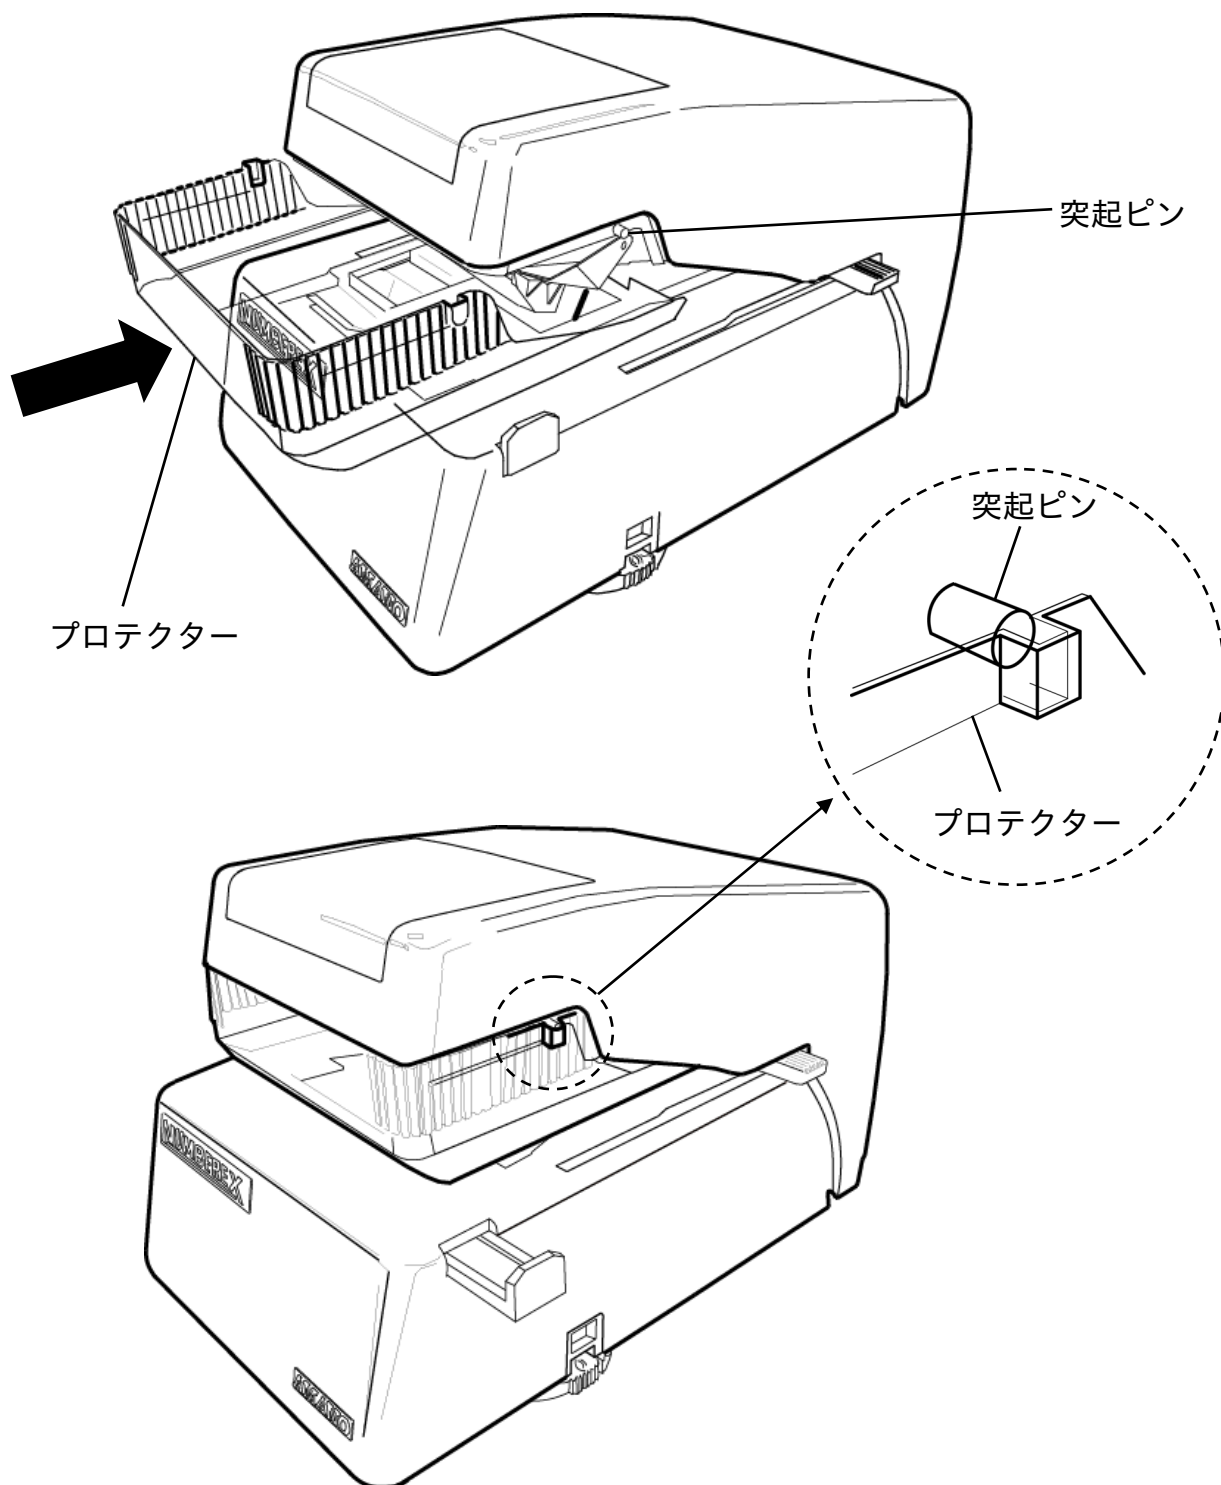

図3
(3) プロテクターを、上ケースガイドに沿って正面より矢印の方向にまっすぐ奥まで差し込んでください。(図3参照)